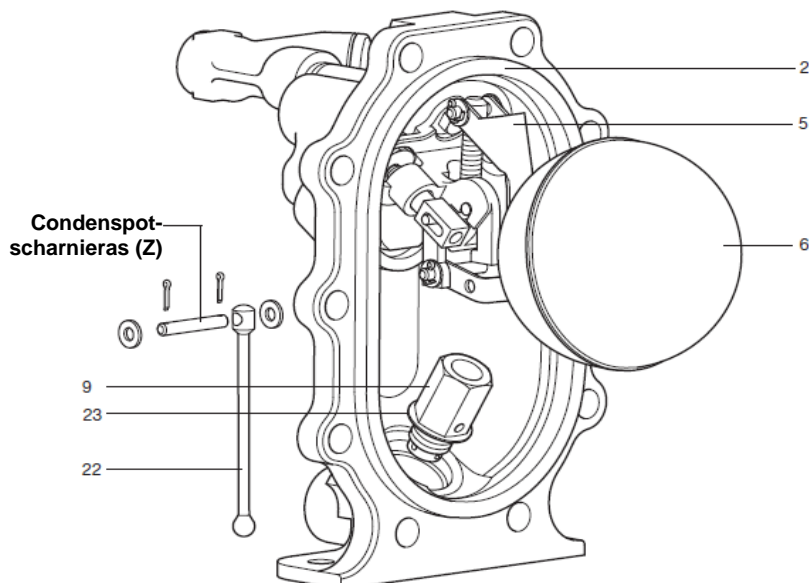

Fig. 22
3. Plaats zorgvuldig een nieuwe pakking (item 2) op het bestaande huis.
4. Verwijder de splitpen, sluitring en pen van het scharnier van het condenspotmechanisme (V) (zie fig. 22).
5. Verwijder de steel (item 22) van het condenspotklepmechanisme.
6. De vlotter en hefboom (items 5 en 6) kunnen weggedraaid worden zodat het condenspotmechanisme en uitlaatterugslagklep bereikbaar zijn.
7. Schroef met de 24 mm A/F inbussleutel het condenspotmechanisme en het huis van de terugslagklep (9) los.
10. Maak, alvorens het nieuwe mechanisme te monteren, de boring van het mechanisme in het deksel proper. Verwijder alle vuil of aanslag en zorg dat de 'O'-ring vrij is van vuil. Vergeet niet een nieuwe dichting te monteren (item 23).
13. Bevestig de condenspotklepsteel en de condenspotscharnieras (Z) (lengte 40mm) terug aan de condenspophefboom (item 5). Gebruik steeds nieuwe sluitringen en splitpennen!
14. Beweeg de vlotter nu naar zijn bovenste positie en terug naar zijn onderste om de soepele werking van het mechanisme te controleren. De klepmodule (item 22) moet mooi in haar geleiding glijden.